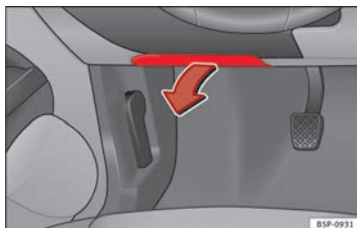

Fig. 179 Lado izquierdo del tablero de instrumentos: tapa de la caja de fusibles.
- **Abrir:** abata la cubierta hacia abajo ⇒ fig. 179.